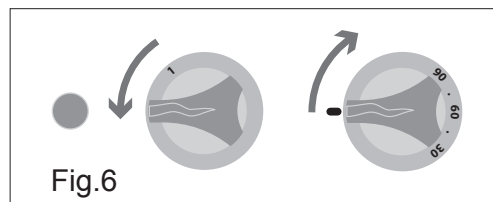

Fig.6
- Повернуть ручку включения в положение «1» Зеленый свет индикатора сигнализирует о фазе функционирования (Рис. 6).
- Для достижения рабочей температуры повернуть регулятор термостата в нужное положение (рис. 6).